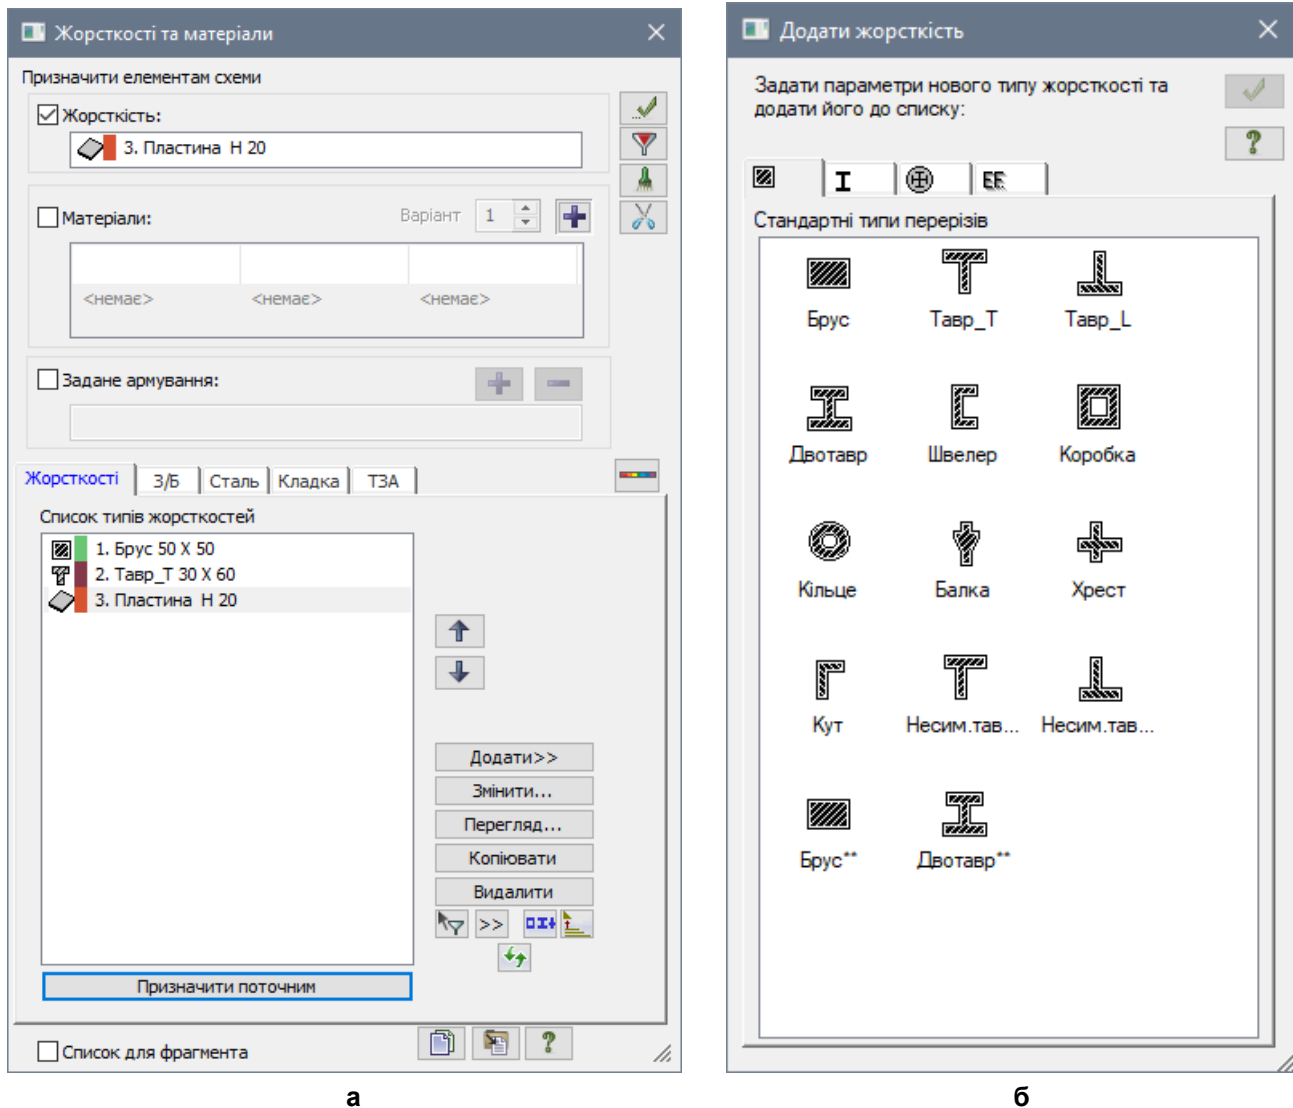

Рис. 21.5. Діалогові вікна: а – Жорсткості та матеріали, б – Додати жорсткість
- Натисканням по кнопці  – **Жорсткості та матеріали елементів** (панель **Жорсткості та в'язі** на вкладці **Створення та редагування**) викличе діалогове вікно **Жорсткості та матеріали** (рис. 21.5,а).
- У цьому вікні натисканням по кнопці **Додати** викличе діалогове вікно **Додати жорсткість**, для того, щоб вивести список стандартних типів перерізів (рис. 21.5,б).